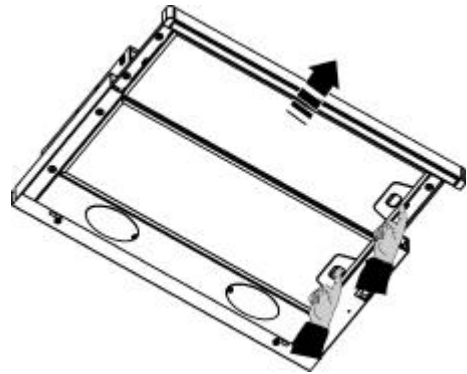

Fig. 13
Abrir el carro, empujar la manilla lateral del filtro hacia el centro tirando simultáneamente hacia abajo (**Fig. 13**). Volver a montarlo teniendo en cuenta que la manilla debe quedar hacia la parte visible.
- a) Quitar el filtro antigraza (**Fig. 13**).